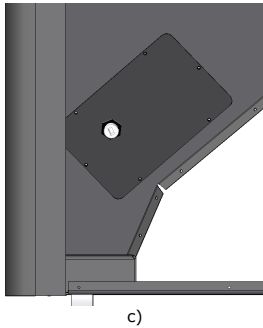

Figura 38 – Colocación del sensor de nivel de pellets en el silo (instalación a la izquierda de la caldera)
- Por último, se puede unir las dos partes en la parte inferior del silo. Poner la pieza con el lado derecho del sensor del silo y la pieza sin el sensor en el lado izquierdo. El sensor debe ser colocado como se muestra en la Figura 38-c.